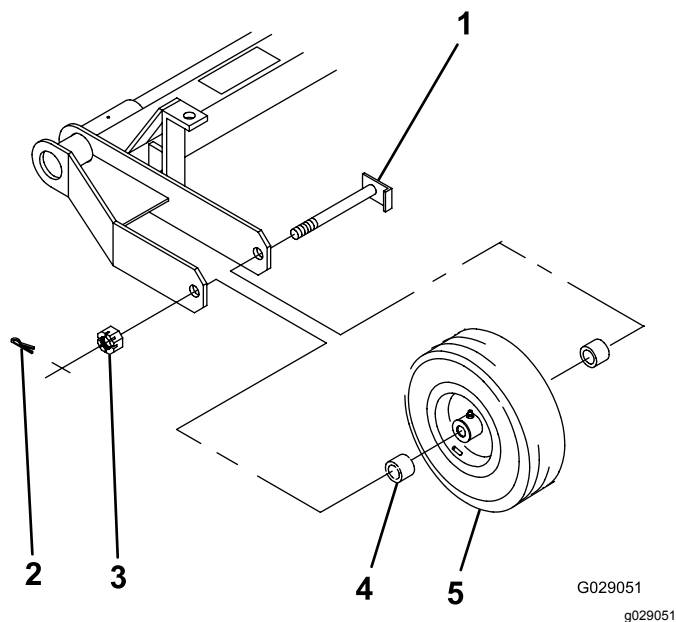

図 2
1. 図2のように、フレームの間に、ホイールアセンブリと2個のスペーサ左右のホイールハブにそれぞれ1個をセットする。
2. フレーム、スペーサ、ホイールにアクスルを差し込む図2。